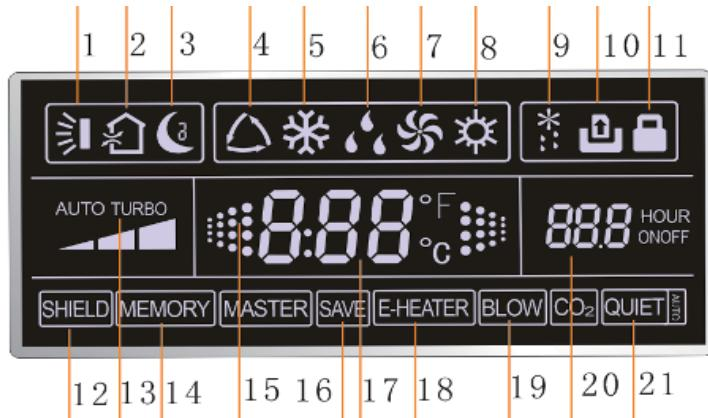

Рис. 5.2
5.1.1 Индикация ЖК-дисплея пульта (Рис. 5.2)